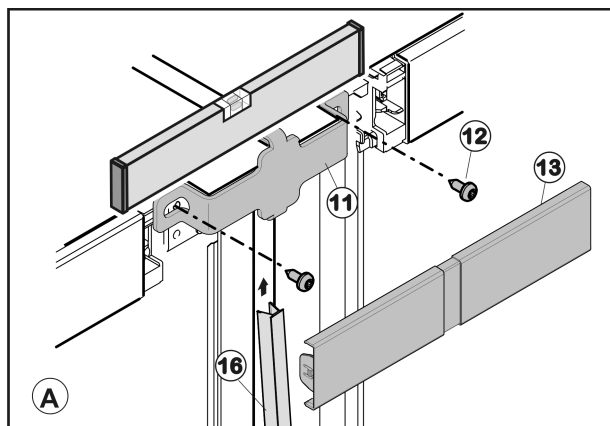

Fig. 44
- Fixer la pièce de raccordement Fig. 44 (11) en haut avec deux vis Fig. 44 (12). Pointer les trous de vissage ou utiliser une visseuse sans fil.
- Clipser le panneau-cache Fig. 44 (13).
- Monter le bourrelet Fig. 44 (16), pousser légèrement en-dessous du cache supérieur Fig. 44 (13) et enfoncer-le ensuite vers le bas dans la fente.